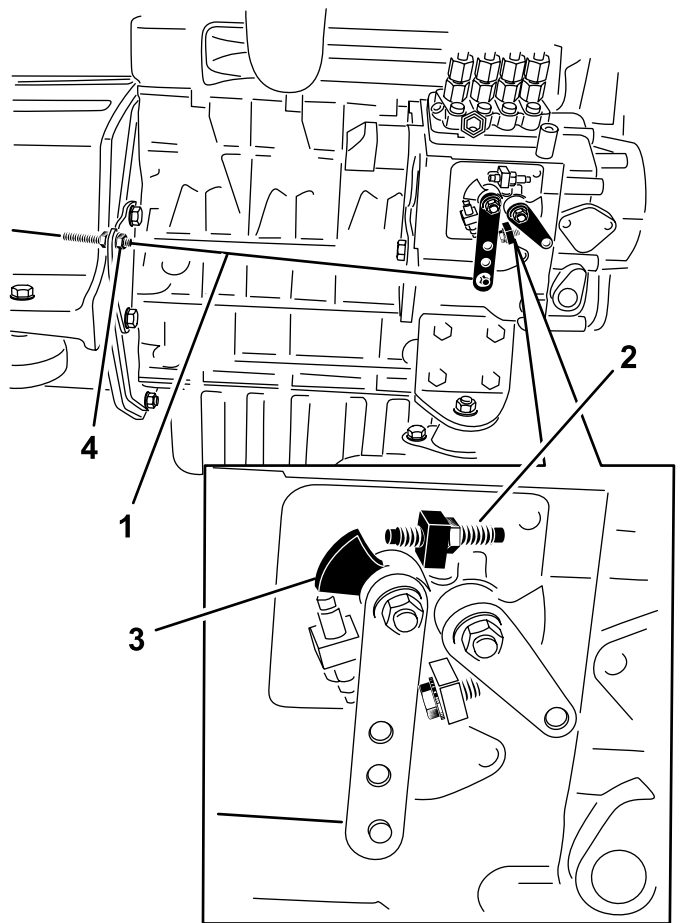

Рисунок 34
2. Проверьте положение рычага регулировки скорости на насосе для впрыска топлива. Когда рычаг дроссельной заслонки находится в положении **БЫСТРО** (фиксированном), рычаг регулировки скорости должен касаться винта высоких оборотов (Рисунок 34).
3. При необходимости отрегулируйте положение контргайки тросика дроссельной заслонки так, чтобы рычаг регулировки скорости касался винта высоких оборотов, когда рычаг дроссельной заслонки находится в положении **БЫСТРО** (фиксированном) (Рисунок 34).